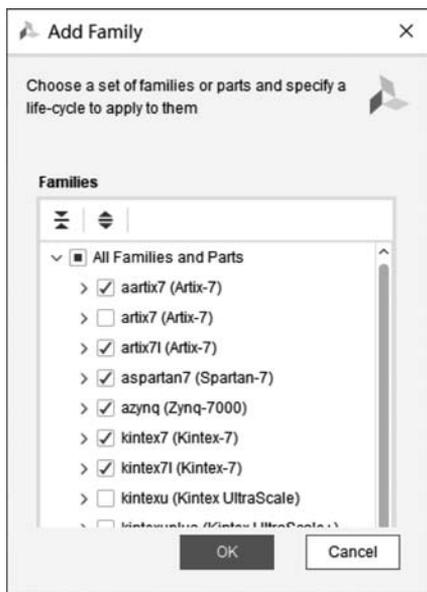

图 3.46 添加 IP 核支持的器件系列
(4) 在弹出的 Add Family 对话框中可添加除已支持的 artix7(Artix-7)外的其他器件系列,如图 3.46 所示,勾选完毕单击 OK 按钮。